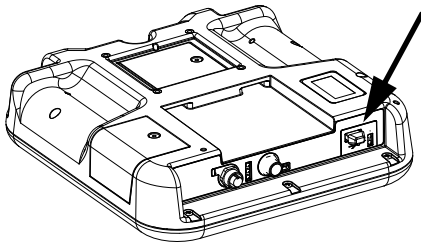

Fig. 5: Puerto USB del módulo ADM
1. Inserte la unidad flash USB en el puerto USB. Consulte FIG. 5.